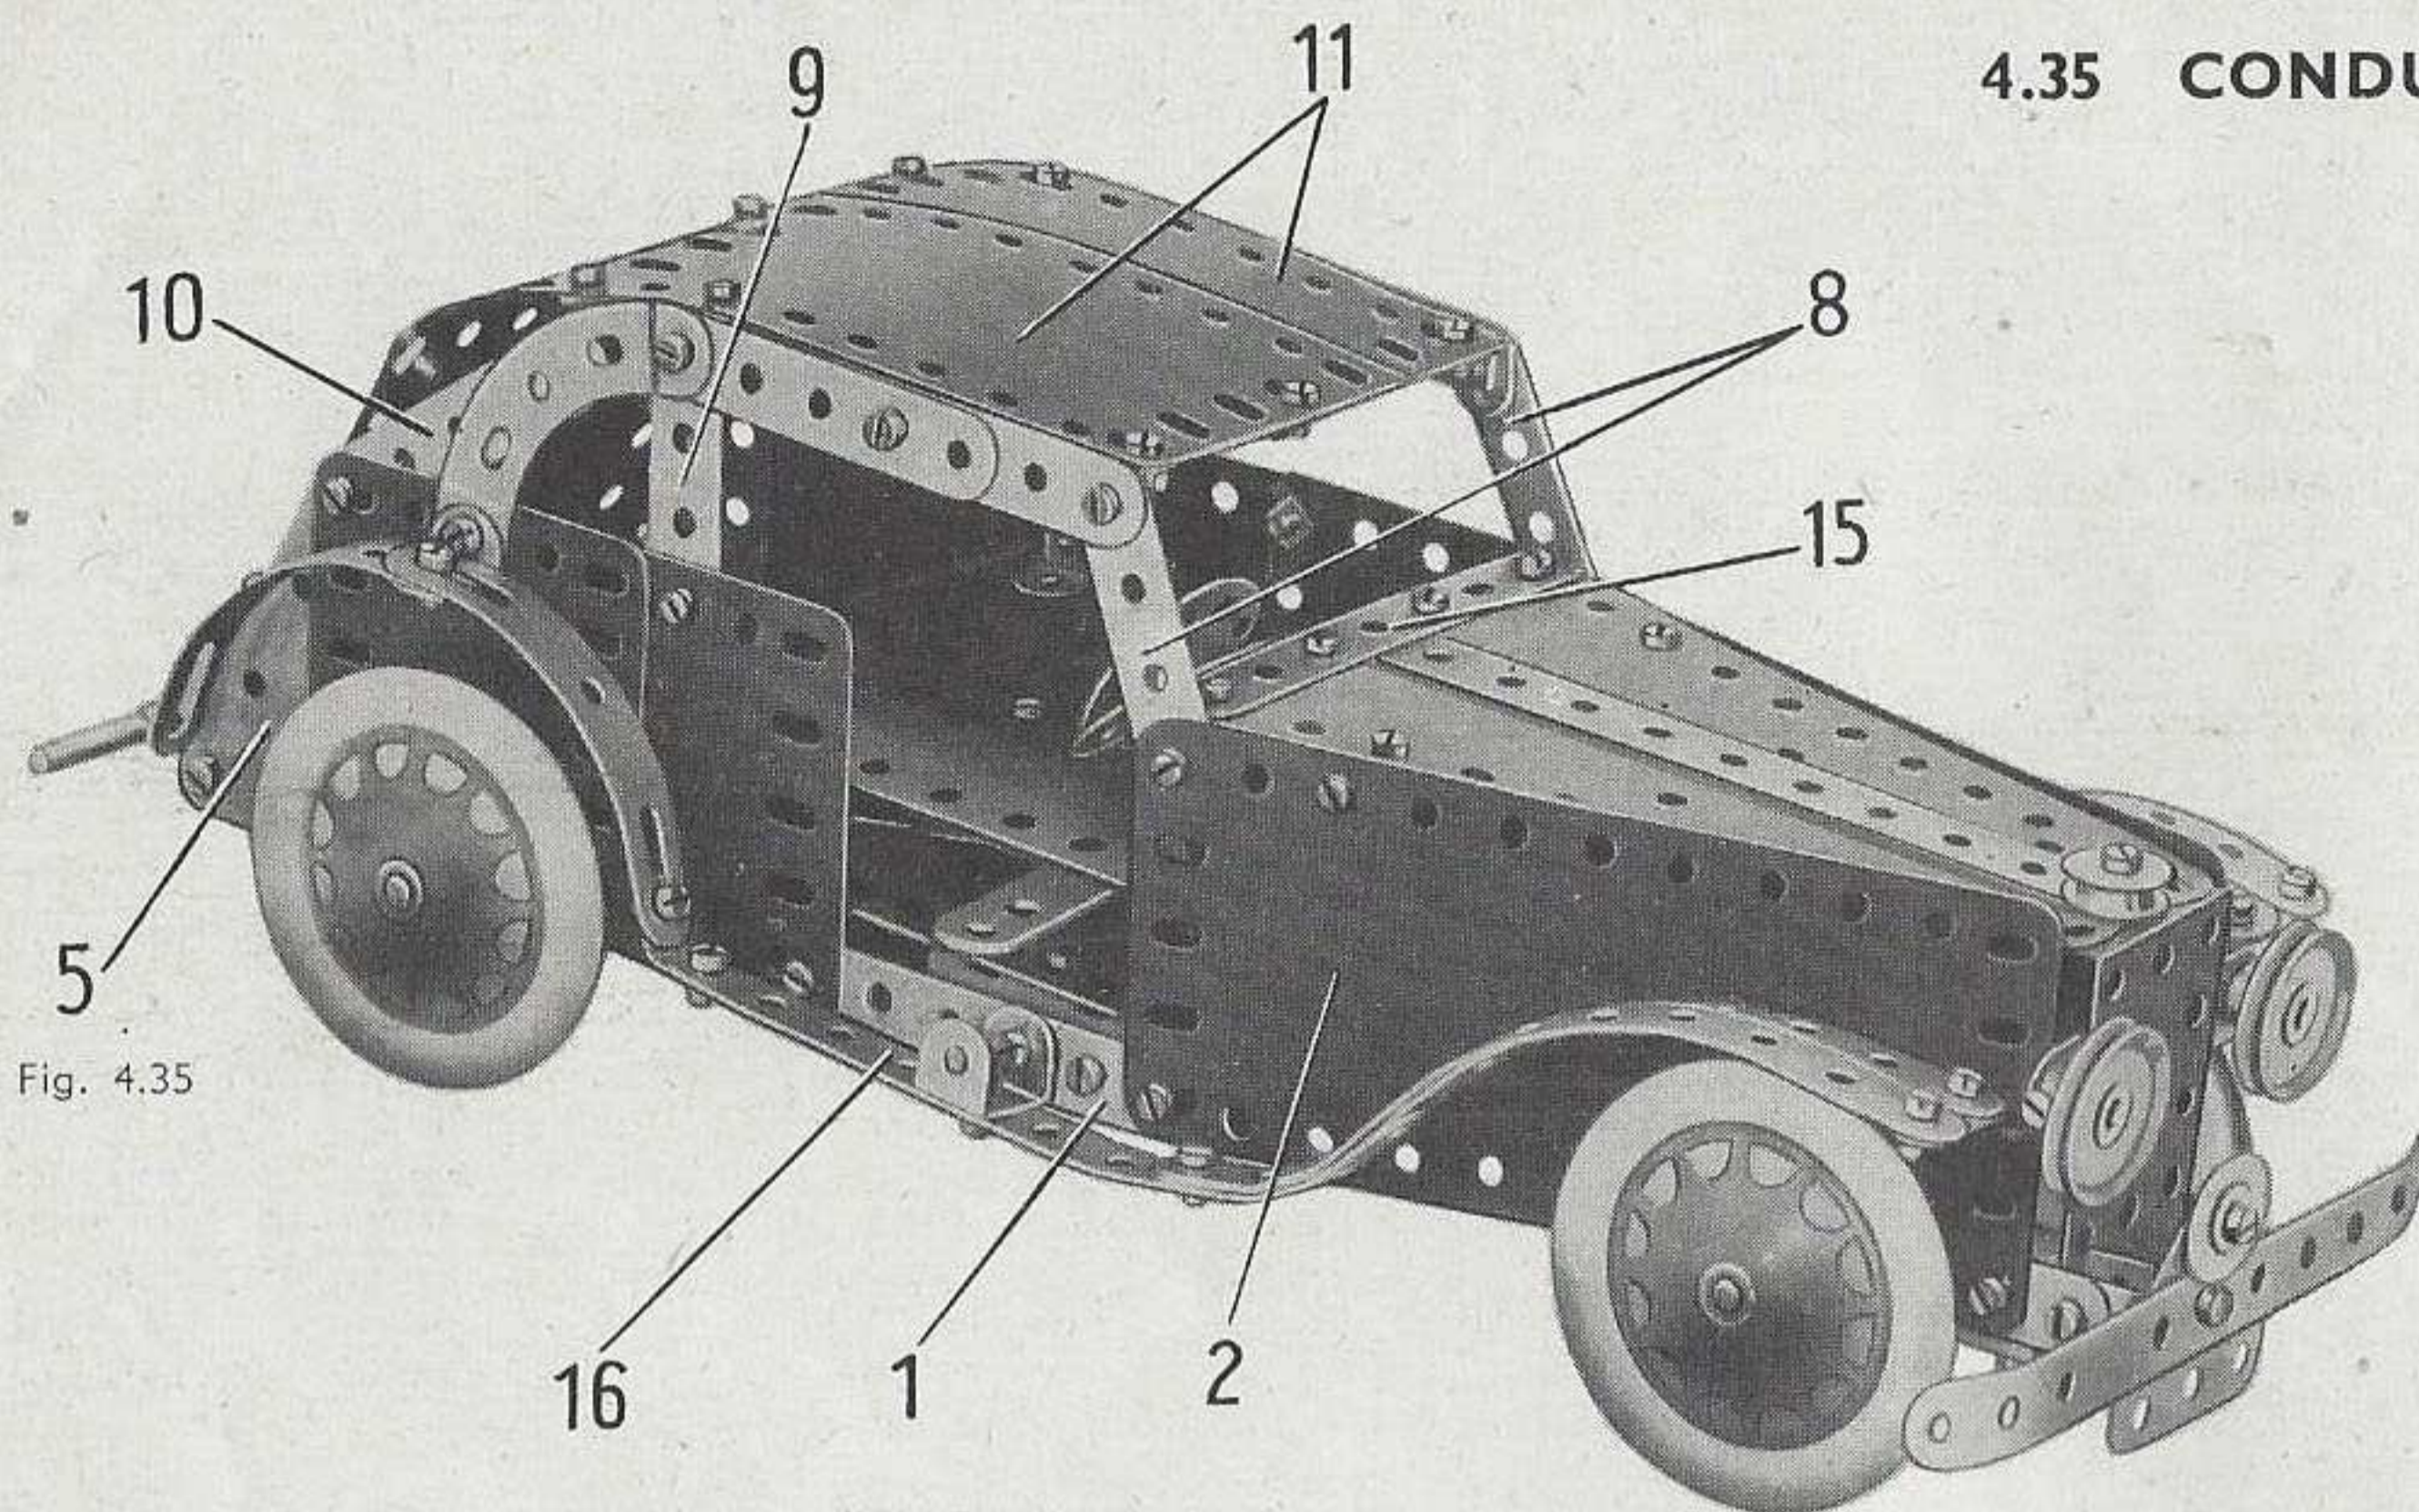

Fig. 4.35
L'autre côté est formé par une plaque flexible de 14x6 cm. (2), deux plaques cintrées de 43 mm. préalablement aplaties et une plaque flexible triangulaire de 6x4 cm. (5). Un intervalle est ménagé entre les plaques pour le passage du levier du moteur (fig. 4.35).